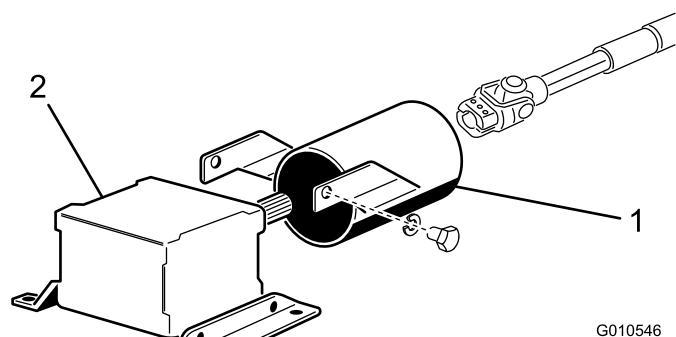

Figure 7
1. Enlevez les 2 vis et rondelles-freins qui fixent les supports du capot de PDF au réducteur (Figure 7).
2. Glissez le capot de protection sur l'arbre de PDF, en le positionnant comme illustré à la Figure 7.